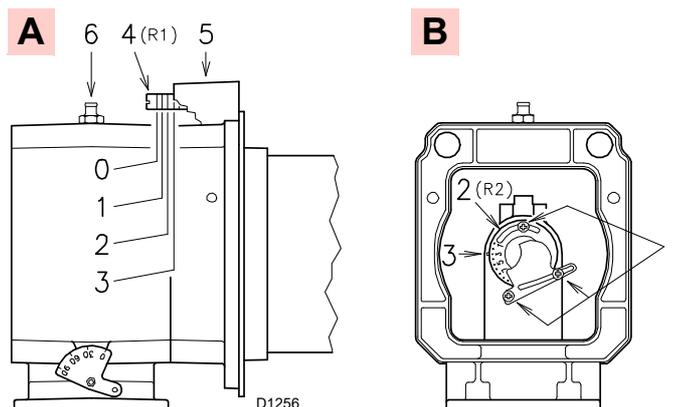
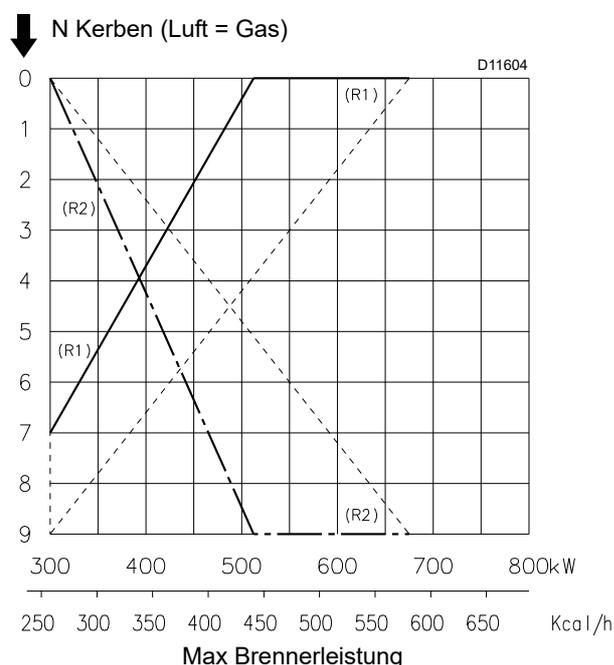

Abb. 18
Abb. 19
An dieser Stelle der Installation sind Flammrohr und Muffe gem. A)(Abb. 18) am Kessel befestigt.
- Luft R1 A)(Abb. 18)
- Gas/Luft R2 B)(Abb. 18)
Finden Sie im Diagramm (Abb. 19) die Kerbe, auf die sowohl die Luft- als auch die Gas-/Luftzufuhr eingestellt wird.
- Drehen Sie die Schraube 4)(Abb. 18) bis die gefundene Kerbe mit der Vorderseite 5) des Flansches übereinstimmt.
Um die Einstellung zu erleichtern, die Schraube 6) (Abb. 18) lösen, die Einstellung vornehmen und dann die Schraube wieder festziehen.
- Lockern Sie die 3 Schrauben 1)(Abb. 18) und drehen Sie die Nutmutter 2) bis die gefundene Kerbe mit dem Index 3) übereinstimmt.
Aus dem Diagramm (Abb. 19) ergibt sich, dass die Einstellungen für diese Leistung wie folgt sind:
Das Diagramm (Abb. 19) zeigt eine optimale Einstellung für einen Heizkesseltyp gemäß Abb. 4 a pag. 12. Wenn es der Gasdruck zulässt, lassen sich durch das Schließen der Nutmutter 2)(Abb. 18) Reduzierungen bei der Bildung von NOx erzielen.